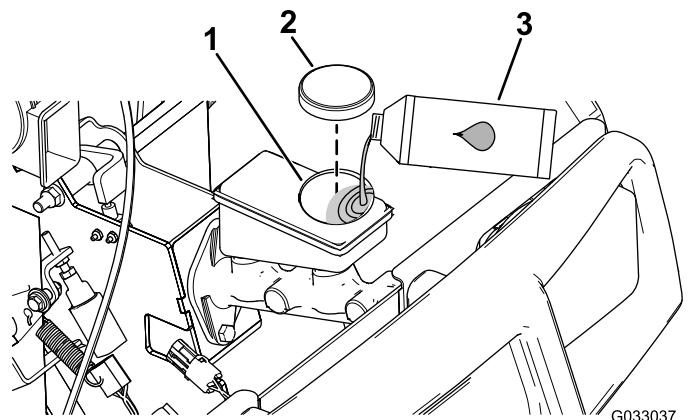

Рисунок 52
4. Поднимите капот, чтобы получить доступ к главному тормозному цилинду и бачку (Рисунок 52).
- A. Очистите область вокруг крышки бачка и снимите крышку (Рисунок 52).
- C. Установите на место крышку бака (Рисунок 52).